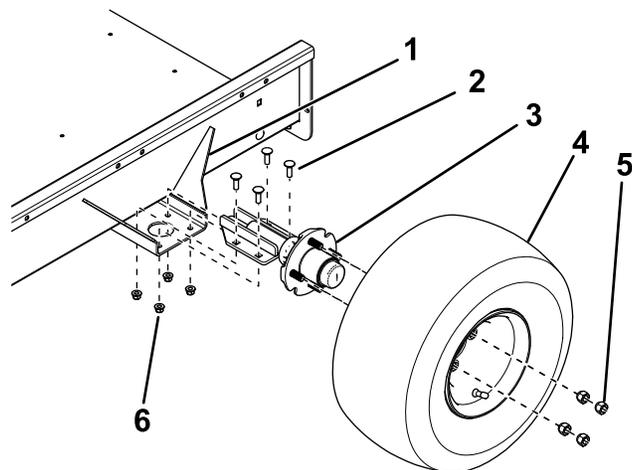

図 2
2. トレーラベッドの両側で、取り付けブラケットの下側にアクスルを取り付けるキャリッジボルト 4 本とロックナット 4 個で **図 2** のように取り付ける。
3. 各アクスルハブにホイールアセンブリを取り付け、ラグナット 4 個を 108.5 N·m 11 kg·m=80 ft·lb にトルク締めする **図 2**。
3. ホイールの前側で測定した距離が、後側での測定よりも 3 mm 小さくなるようにアクスル取り付けブラケットの位置を調整してください 図 2。